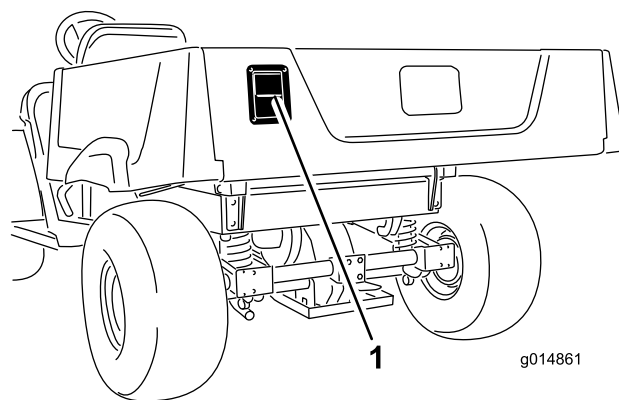

図 16
- ・ テールゲートを開けるには、ラッチを外側に引いて上に跳ね上げ、テールゲートをゆっくりと降ろす（図 16）。